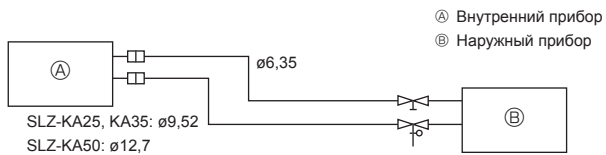

Fig. 5-1
5.1. Трубопровод охладителя (Fig. 5-1)